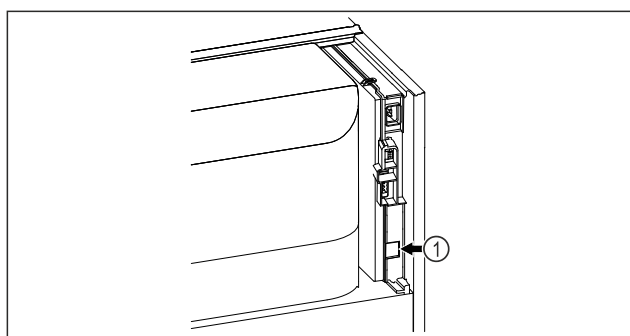

Fig. 132
- Το SmartModule Fig. 132 (1) είναι τοποθετημένο.